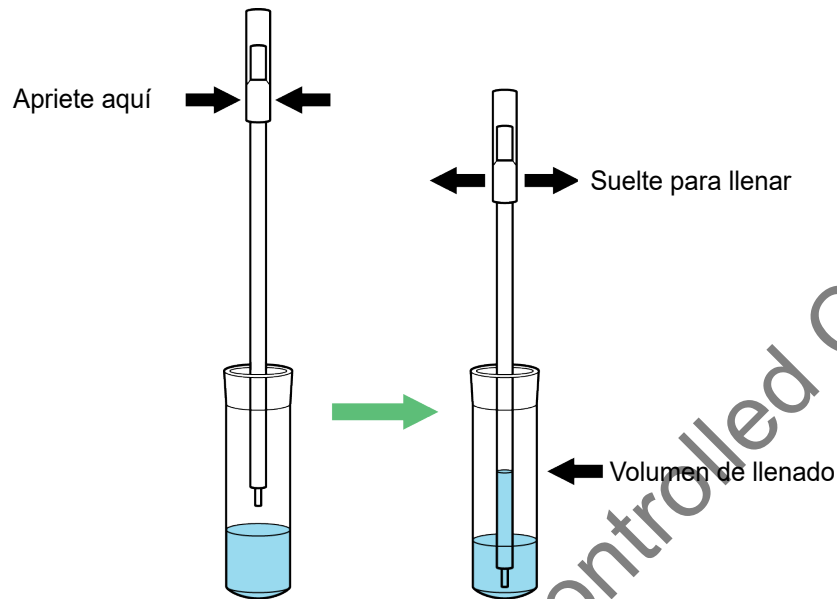

Figura 1. Pipeta de transferencia
1. Abra la tapa del tubo de transporte de muestra. Apriete **por completo** el bulbo de la pipeta de transferencia y ponga la punta de la pipeta en el tubo de medio de transporte ESwab que contenga la muestra de paciente (consulte la Figura 1).
4. Levante el tapón con el hisopo fijado del tubo de transporte (no saque completamente el hisopo del tubo de transporte). Apriete por completo el bulbo de la pipeta de transferencia y ponga la punta de la pipeta en el tubo de medio de transporte ESwab que contenga la muestra de paciente (Figura 1).